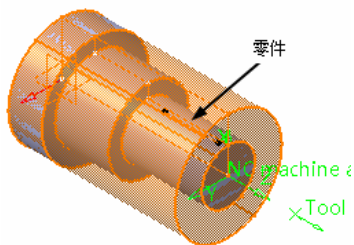

图 7-73 定义目标加工零件 (3)
4) 定义目标加工零件 (3)。单击 Design part for simulation 按钮，系统自动隐藏“Part Operation”对话框，在图形区选择如图 7-73 所示的实体作为目标加工零件，然后双击空白处返回“Part Operation”对话框。